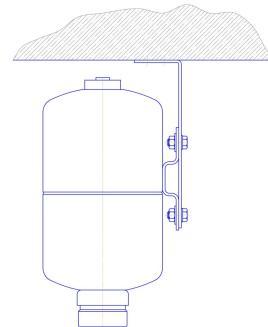

Рис.3.
6.2.1 При размещении МПП под углом  $90^0$  (Рис. 3) к поверхности предусмотреть крепление универсального кронштейна, выдерживающее статическую нагрузку не менее 100кг в течение 5 минут.